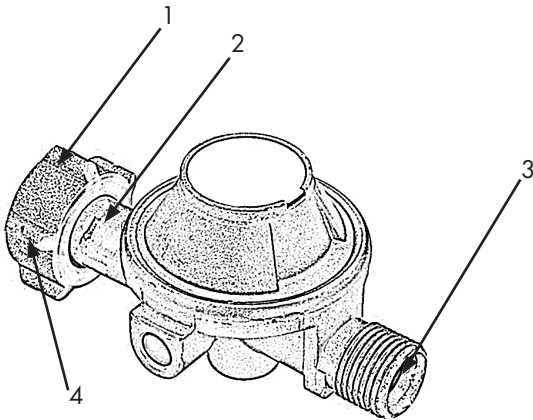

Abbildung 4: Gasdruckminderer
- Achten Sie auf die Montagerichtung/Fließrichtung des Gases (2, Abb. 4).
- Die Dichtungen und die Gewinde müssen frei von Schmutz oder Verunreinigungen sein (3, Abb. 4 und 5).
- Ziehen Sie die Mutter (4, Abb. 4) und die Gewindemutter nur von Hand fest.
- Stecken Sie die Überwurfmutter (1, Abb. 4 und 8) des Gasdruckminderers auf das Gewinde der Gasflasche und ziehen Sie die Mutter mit einem geeigneten Schlüssel fest. Achten Sie dabei auf die Drehrichtung des abgebildeten Pfeils.